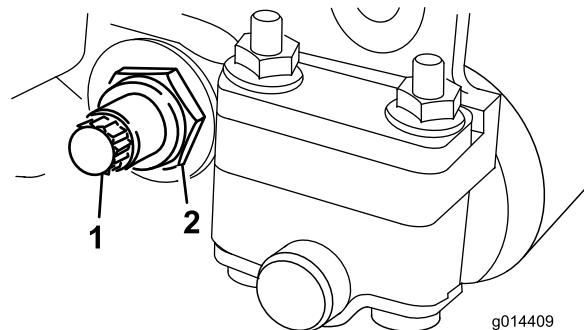

Bild 21
3. Lösen Sie an jeder Seite der Maschine die Klemmmutter, mit der die Schraube des Untermesserträgers befestigt ist (Bild 21).
4. Nehmen Sie jede Schraube des Untermesserträgers ab, damit der Untermesserträger nach unten gezogen und von der Schneideeinheit entfernt werden kann (Bild 21).